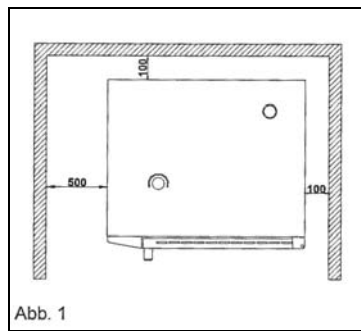

Abb. 1
- Nie stawiać urządzenia bezpośrednio przy ścianach czy innych przedmiotach, które wykonane są z materiałów palnych. Zachować odstęp przynajmniej 100 mm od ściany lub innych przedmiotów z prawej strony i z tyłu, jak również od góry. Z lewej strony należy zachować odstęp 500 mm. (rys. 1).